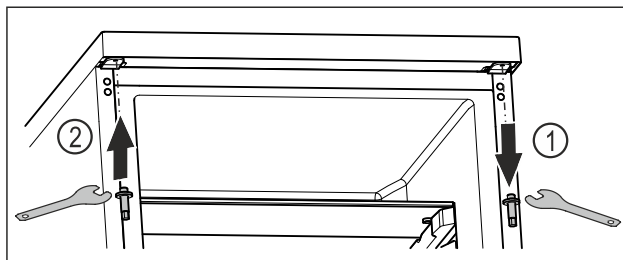

Fig. 14
- ▶ Csavarja ki a felső csapot dugókulccsal. Fig. 14 (1)
- ▶ Csavarozza fel a csapot a másik oldalra dugókulccsal. Fig. 14 (2)